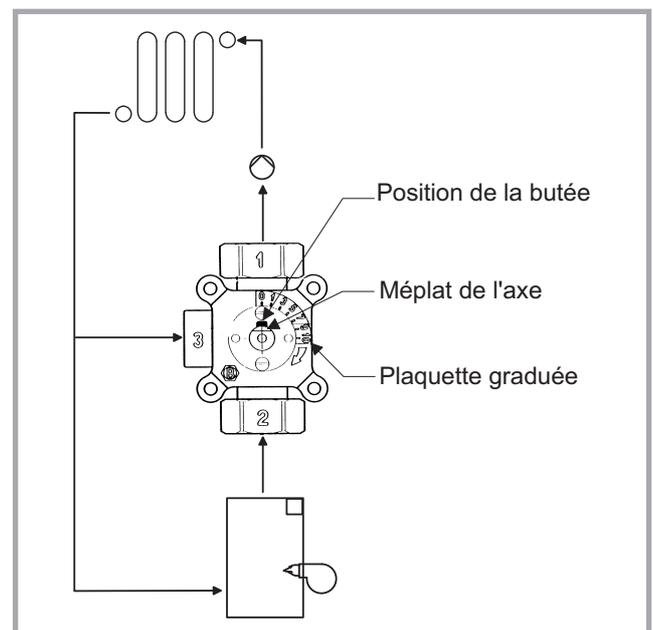

Fig. 17 - Mélange vers la gauche
• Mélange vers la gauche (fig. 17)